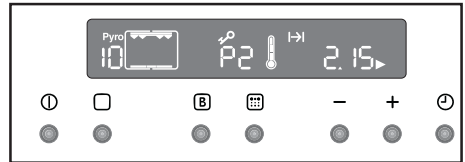

Abb. 23
5. Nach einiger Zeit wird die Backofentür verriegelt und das entsprechende Symbol  wird eingeblendet (Abb. 23). Jetzt ist die Taste  nicht mehr aktiv.